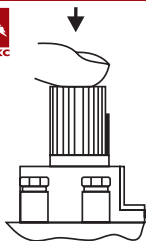

Рис. 7.
- 7.1. Уст новк ручки упр вления н требуемое положение производится путем легкого н ж тия и поворот в нужное положение (рис. 7).